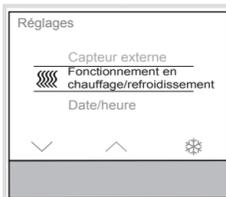

Figure 9 : Sélection fonctionnement chauffage/climatisation
- Le mode de service (figure 9) bascule de chauffage ☼ à refroidissement ☾.